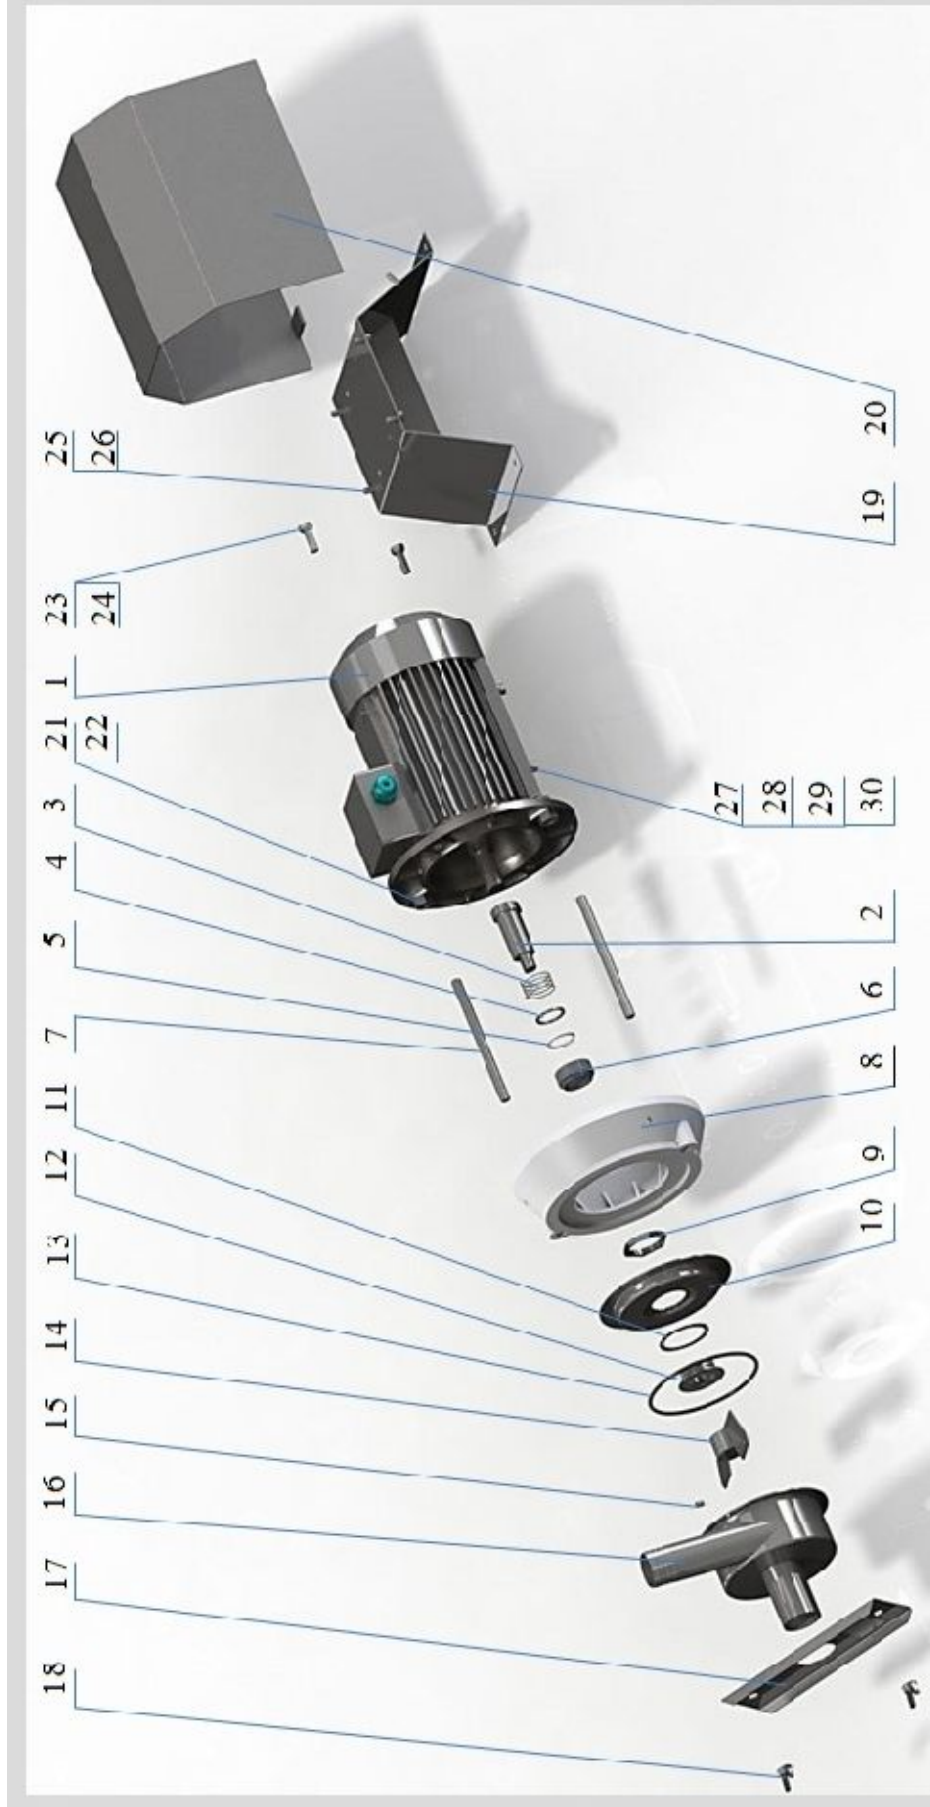

Рис.1 Насос молочный универсальный НМУ-6Н/15.
3.1 Устройство насоса показано на рис.1.
- Произвести демонтаж прижима 17 и корпуса 16, предварительно отвернув гайки 18 (рис.1).
- Произвести демонтаж крыльчатки 14 и тарелки 10, предварительно отвинтив винт установочный 15 (рис.1).
- Произвести демонтаж фланца 8, предварительно отвернув болты 23 (рис.1).
- Демонтировать комплект торцевого уплотнения с наконечника 2 (рис.1).